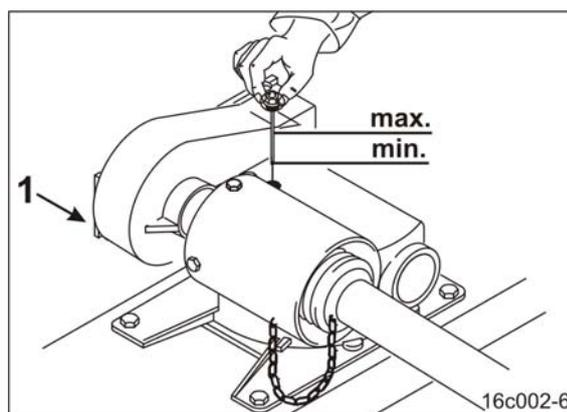

Fig. 177
2. Dévisser la vis de vidange (Fig. 177/1).